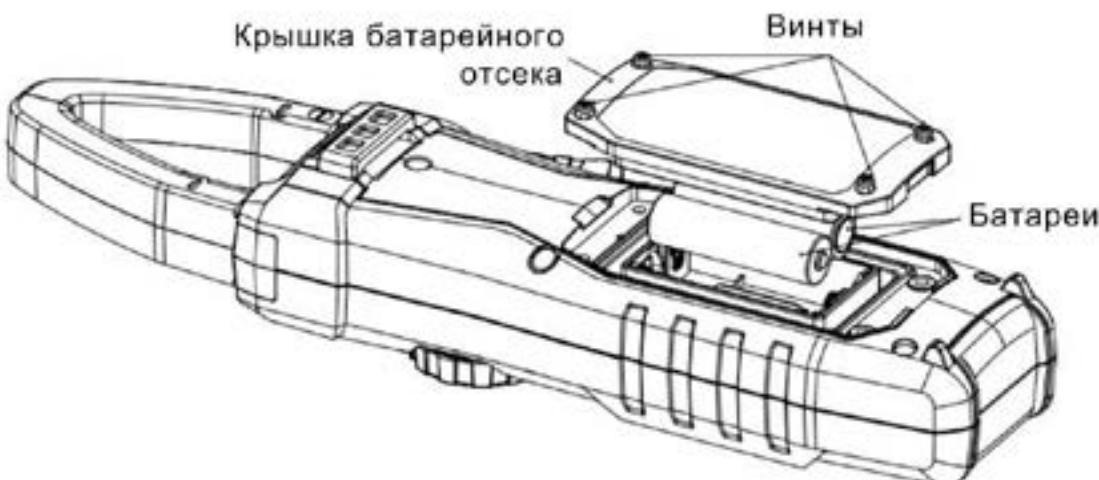

Рисунок 13
3. Замена батареи (рисунок 13)